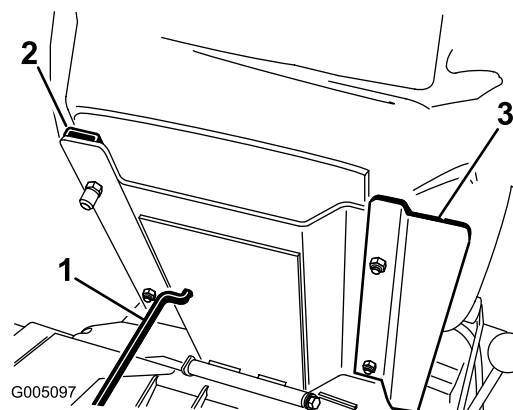
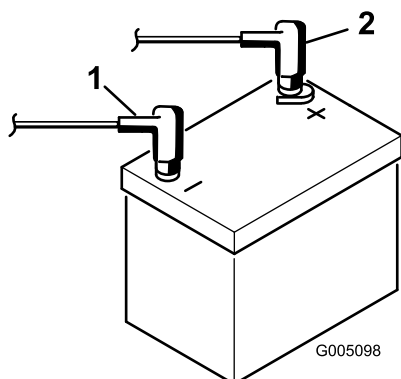

Figure 5
Figure 6
- Fixez le siège, le panneau de siège et les glissières de siège au support de siège avec les contre-écrous (5/16") (Fig. 6) fournis avec les pièces séparées. Montez le panneau de siège du côté droit, en le positionnant comme illustré à la Figure 5.
2. Branchez le câble de batterie positif (rouge) entre le solénoïde de démarreur et la borne positive (+) de la batterie (Figure 6). Serrez-le avec une clé et enduisez la borne de vaseline. Vérifiez que, lorsque le siège est en position extrême arrière, il n'est pas en contact avec le câble car il risquerait de l'user ou de l'endommager.